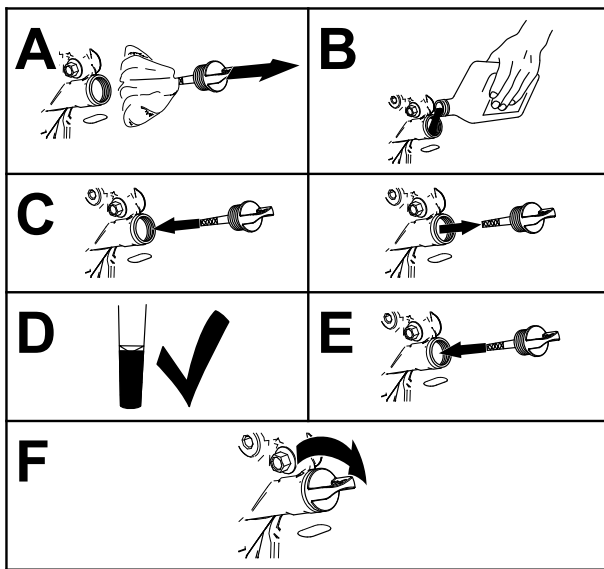

Figura 38
4. Vierta lentamente un 80% aproximadamente del aceite especificado por el tubo de llenado, luego añada lentamente el resto del aceite hasta que llegue a la marca **Full** (Figura 38).